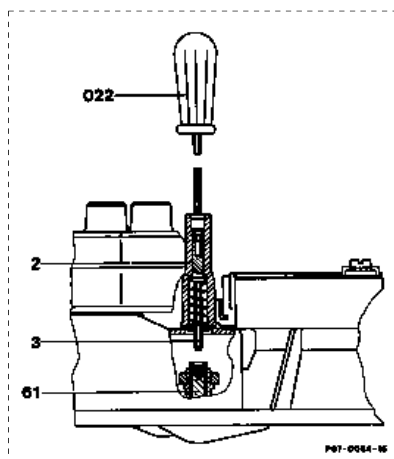

Bild 3
1) Bei Fahrzeugen in **(USA)**-Ausführung ist die Einstellvorrichtung für die Kraftstoff-Luft-Gemischeinstellung gegen unberechtigtes Verstellen mit einer Stahl-Eingriffsicherung gesichert. Diese Eingriffsicherung wird im Werk nach der Einstellung des Kraftstoff-Luft-Gemisches mit einem Spezialwerkzeug eingeschlagen und darf in den Werkstätten nicht entfernt werden. Nur beim Erneuern eines Bauteils der Einspritzanlage (z. B. Kraftstoffmengenteiler) bzw. bei einer Motorreparatur darf die Kraftstoff-Luft-Gemischeinstellung korrigiert werden. Dabei muß die Einstellvorrichtung (Bild 3) erneuert werden.